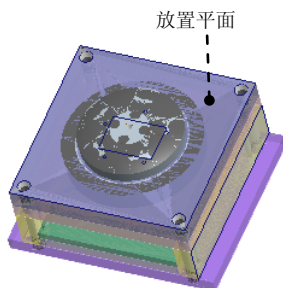

图 30.36 定义草绘平面
Step1. 创建复位杆参考点。单击 **模型** 功能选项卡 **基准** 区域中的“创建基准点”按钮 ，系统弹出“基准点”对话框；选取图 30.36 所示的表面为基准点放置平面。在“基准点”对话框中单击 **偏移参考** 区域的“单击此处添加项”字符，按住 **Ctrl** 键，选择 MOLD_FRONT 基准平面和 MOLD_RIGHT 基准平面为偏移参考平面。在 MOLD_FRONT:F3(基...) 后面的文本框中输入数值 200，然后按 **Enter** 键。在 MOLD_RIGHT:F1(基...) 后面的文本框中输入数值 0 后，按 **Enter** 键。基准点位置如图 30.37 所示；在“基准点”中单击 **确定** 按钮；在模型树中，选取之前创建的基准点特征  APNT27 右击，在系统弹出的快捷菜单中选择  命令，在操控板中选择 **轴** 选项，在模型中选取基准轴 Z；在操控板中输入阵列的个数 4 和角度增量值 90，并按 **Enter** 键，在“阵列”操控板中单击  按钮，完成特征的创建。
Step2. 创建复位杆修剪面。在屏幕右下角的“智能选择栏”中选择“几何”选项。选取图 30.36 所示的放置表面为要复制的面，单击 **模型** 功能选项卡 **操作** 区域中的“复制”按钮 ，然后单击“粘贴”按钮 。在“曲面：复制”操控板中单击  按钮；单击 **EMX 装配** 功能选项卡 **准备** 控制区域下拉列表中的  识别修剪面按钮，系统弹出“修剪面”对话框，单击对话框中的 ，则系统弹出“选择”对话框，选取之前复制的曲面为复位杆修剪面，在“选择”对话框中单击 **确定** 按钮，然后单击 **关闭** 按钮。
Step3. 定义复位杆。单击 **EMX 元件** 功能选项卡 **顶杆** 控制区域中的“顶杆”按钮 ，系统弹出“顶杆”对话框，在“顶杆”对话框  meusburger 的下拉列表中选择 **hasco** 选项，单击  (1) 点 下面区域的 **选取项目** 选项使其激活，系统弹出“选择”对话框。选取 Step1 创建的任意一点，系统弹出“EXE 警告”对话框，单击 **确定** 按钮，关闭对话框；定义复位杆直径为 20.0，定义复位杆长度为 315.0，在对话框中选中 ☒ **按面组/参照模型修剪** 复选框，单击 **确定** 按钮。